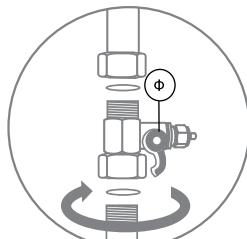

Рис. 6
- Установите адаптер-вентиль (Ф) на магистраль холодной воды, уплотнив соединения уплотнительными шайбами, поставляемыми в комплекте, и плотно затяните по резьбе (рис. 6).